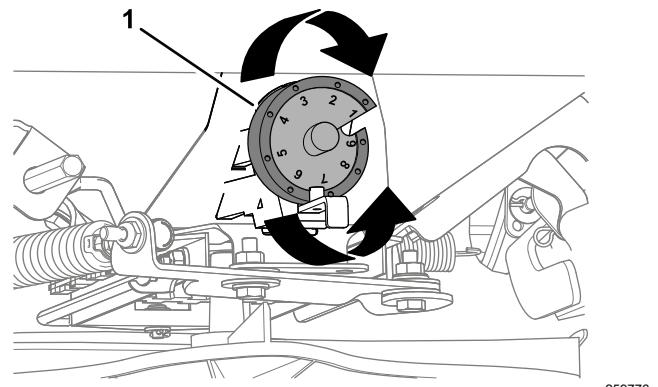

Figure 24
5. Tournez la came de dosage (Figure 24) à la position de réglage déterminée à l'opération 4.